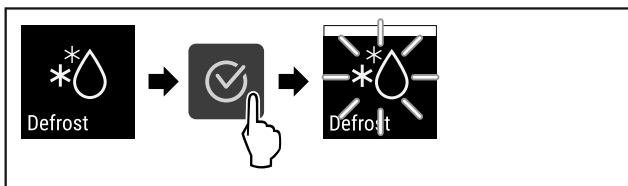

Fig. 86
- ▶ Провести етапи операцій (див. Fig. 86) .